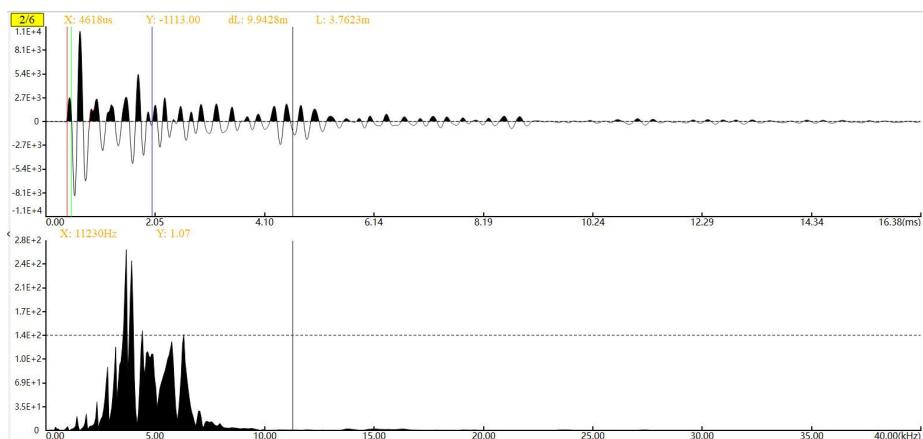

图 4-11 傅氏变换
- 傅氏变换：对需分析的波形进行傅立叶变换 FFT，产生频谱信息，并显示在视图的第二块区域，傅氏变换后波形如图 4-11 所示。从频域上分析该波形的特性，分析采集到的波形的主频，进而对锚杆进行滤波处理，快捷键为